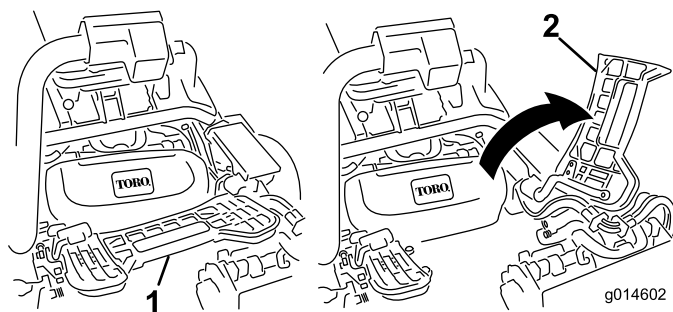

Figure 34
2. Relevez le repose-pieds pour accéder à la position du plateau de coupe central (Figure 34).